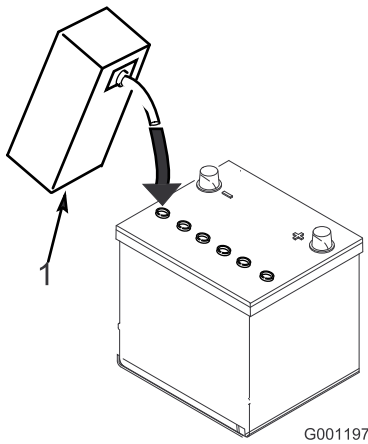

Bild 7
3. Füllen Sie vorsichtig in jede Zelle Elektrolyt ein, bis die Platten ungefähr mit 6 mm Flüssigkeit bedeckt sind (Bild 7).
4. Lassen Sie die Elektrolytflüssigkeit für 20 bis 30 Minuten in die Platten durchtränken. Füllen Sie nach Bedarf auf, um den Elektrolytfüllstand auf ungefähr 6 mm unter dem Einfüllstutzen anzuheben (Bild 7).